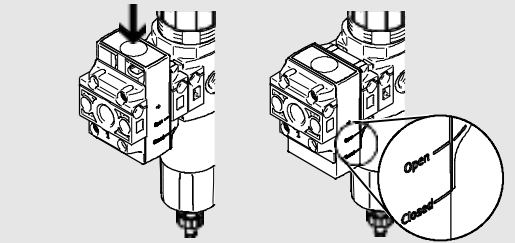

Рис.3/ Fig.3
- Прижмите шиберный затвор клапана включения сброса вниз, пока не будет достигнуто положение "Open" (➔ рис. 3).